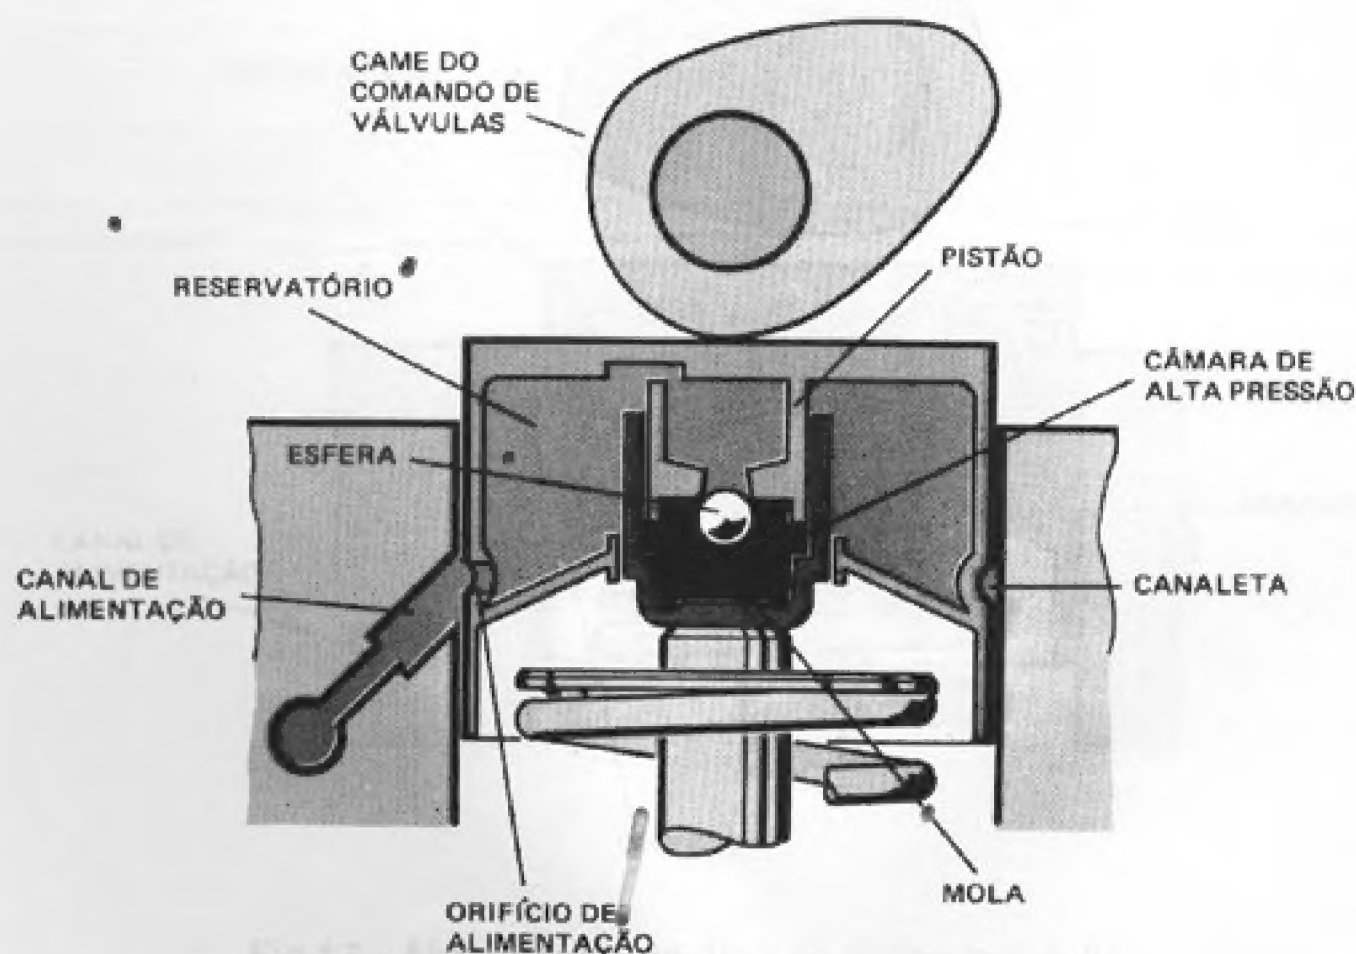

Fig.15 - Funcionamento do sistema com Tuchos Hidráulicos
- . Menores índices de ruídos de válvulas, durante o funcionamento do motor (fig.15).